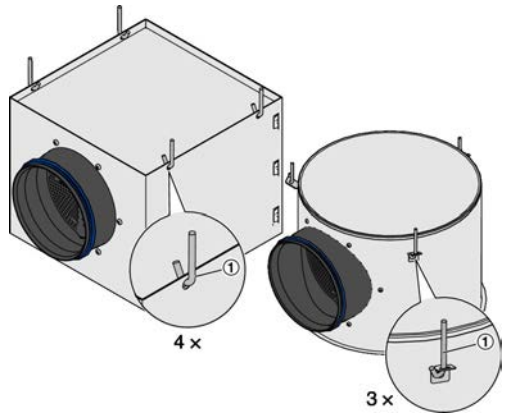

Abb. 2: Anschlusskasten (quadratisch / rund)
1. ► Befestigungselemente, z. B. Seile, Abhängerdrähte, Schnellspann- oder Noniusabhänger (Abb. 2/1) an der Decke befestigen.